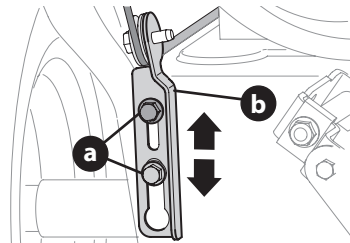

Figure 47
4. Laissez les tarières tourner pendant dix (10) secondes avant de relâcher la commande des tarières. Répétez cette étape plusieurs fois.
7. Desserrez les deux boulons (a) sur le support du câble (b). Voir (Figure 47).
8. Déplacez le support du câble vers le haut (b) pour desserrer le câble. Voir (Figure 47).